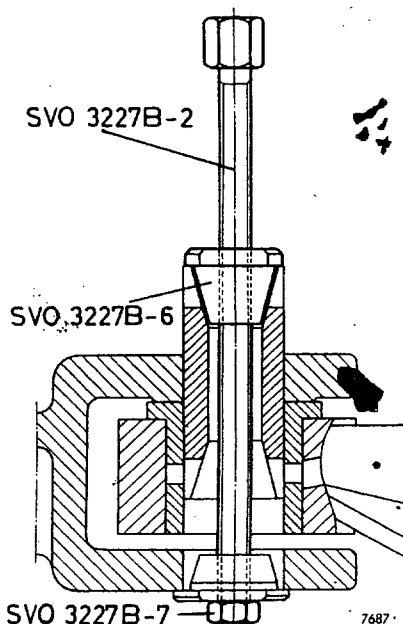

Fig 14-31. Montering av expanderande lagertapp
2. Sätt fast de främre lagertapparna. Har standardlagertappen glappat upp eller är vagnen tidigare försedd med expanderande tapp och glappet är större än 0,2 mm skall expanderande tapp med 34° konbricka och konmutter användas. Den expanderande tappens pressas på plats enligt fig 14-31. Dra tappens bult 40 Nm (30 lb. ft.). Vik upp låsbrickan.
6. Sätt samman de båda vagnarna och sätt fast bakre lagertapparna. Använd urdragaren enligt fig 14-31 om expanderande tapp används. Dra låsskruven 40 Nm (30 lb. ft.).